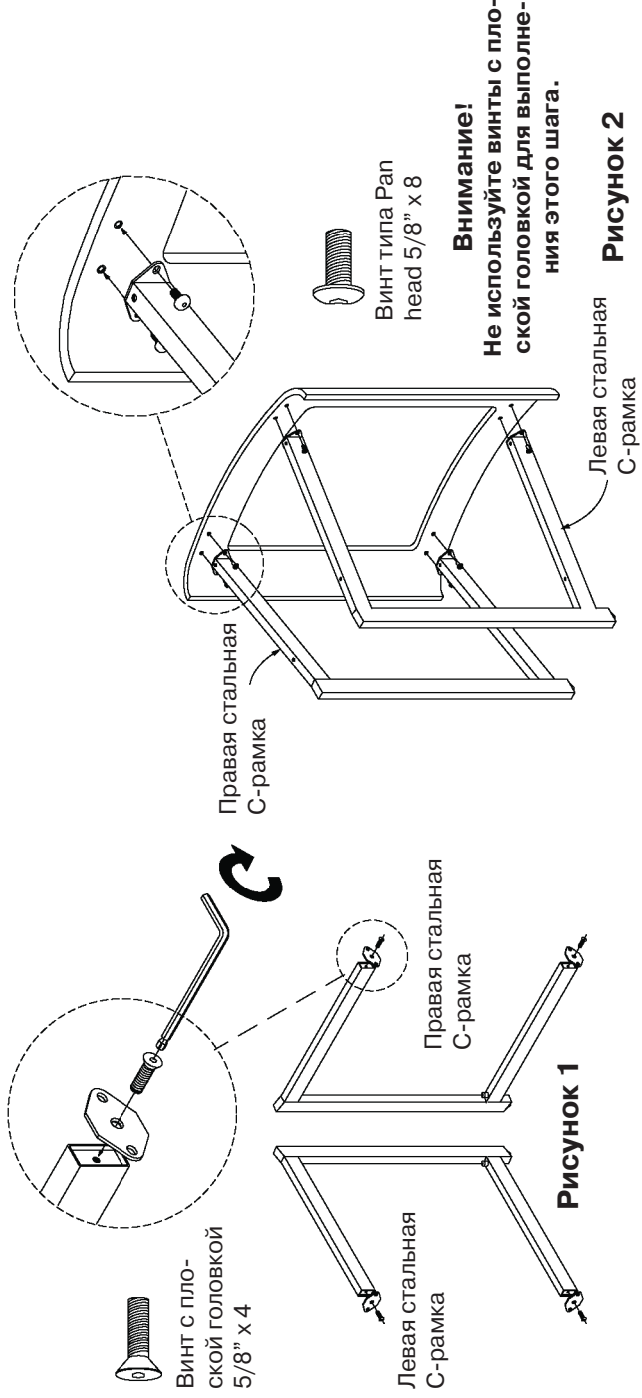

Рисунок 1
2. Прикрепите соединительные пластины к стальным С-рамкам с помощью комплектного ключа Аллена и винтов с плоской головкой 5/8" (рис. 1). Соединительные пластины имеют выступы, предназначенные для точного сопряжения с окончаниями стальных С-рамок. Убедитесь, что они плотно прилегают друг к другу. Чтобы удалить зазор, может потребоваться дополнительное затягивание винтов.